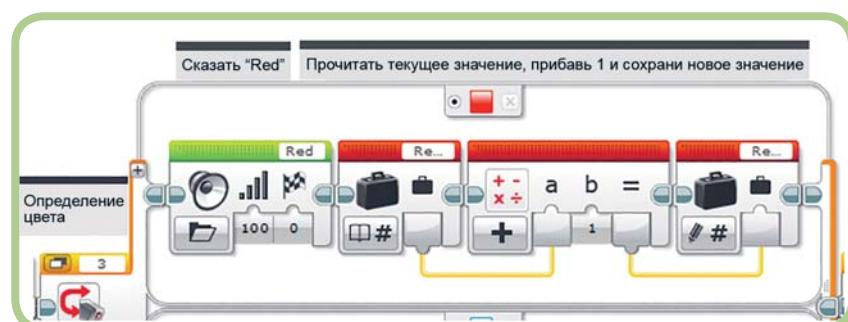

Рис. 11.14. Прибавление единицы к значению переменной Red Total
- С помощью одной шины данных соедини вывод первого блока **Переменная** (Variable) с вводом *a* блока **Математика** (Math), а с помощью другой — вывод блока **Математика** (Math) с вводом второго блока **Переменная** (Variable), как показано на рис. 11.14.